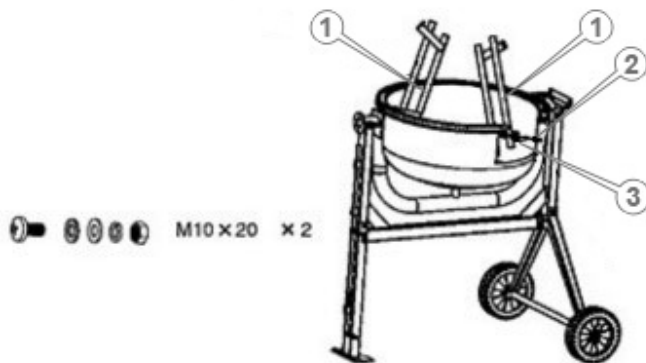

Рисунок 16. Схема встановлення лопаток в нижню частину змішувального барабана моделей «БМ-160-ЗНН», «БМ-180-ЗНН».
5. Встановити лопатки для змішування всередину нижньої частини барабана та зафіксувати болтами з можливістю невеликого люфта (рис. 16).